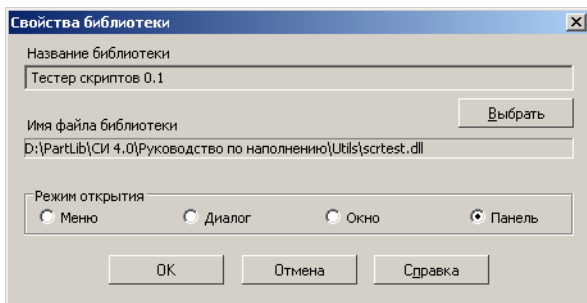

Рис. 4.154.
5. Нажмите кнопку **Открыть**. Откроется окно **Свойства библиотеки**, в котором по умолчанию выбран режим открытия **Панель** (рис. 4.154).